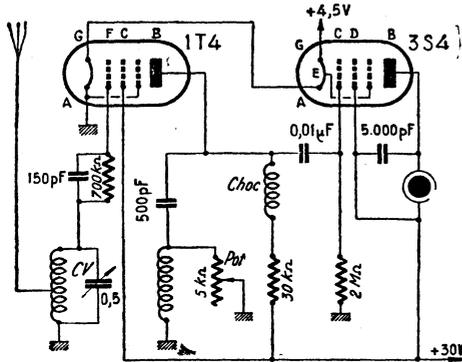
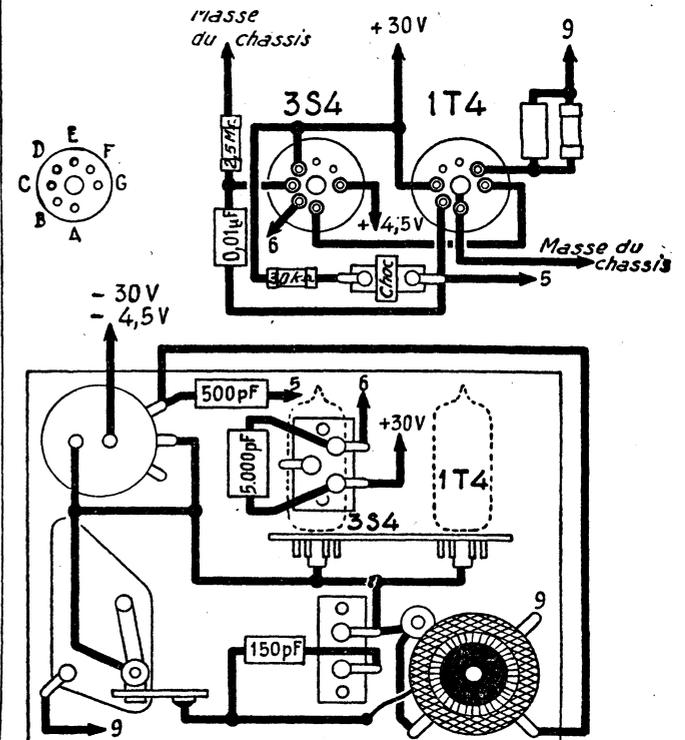

Figure 1
Figure 2
F) Régulation automatique. — L'examen du montage complet de la figure 2 montre que le secondaire S_5 fournit une tension périodique à ces diodes de la 6SR7, qui la redressent. La tension continue obtenue est filtrée et appliquée à la grille de la 6BG6. C'est une polarisation variable qui remplace la polarisation fixe « Pol » sur laquelle on a raisonné jusqu'ici. La grandeur de cette polarisation variable dépend de celle des pointes de tension aux bornes du circuit LC. L'enroulement secondaire S_5 est connecté de telle façon que l'alternance négative E_2 agisse sur la diode et, par suite, sur la tension grille et, finalement, sur le courant plaque de la lampe de puissance.
G) Réalisation pratique. — Un appareil commercial a été réalisé par Philips suivant le schéma de la figure 2.
Le « Pitchoune » comprend une détectrice à réaction 1T4, suivie d'une amplificatrice basse fréquence 3S4. Il est destiné à l'écoute au casque. Le schéma de principe est indiqué par la figure 1 et son plan de câblage par la figure 2. La réaction est dosable par le poten-